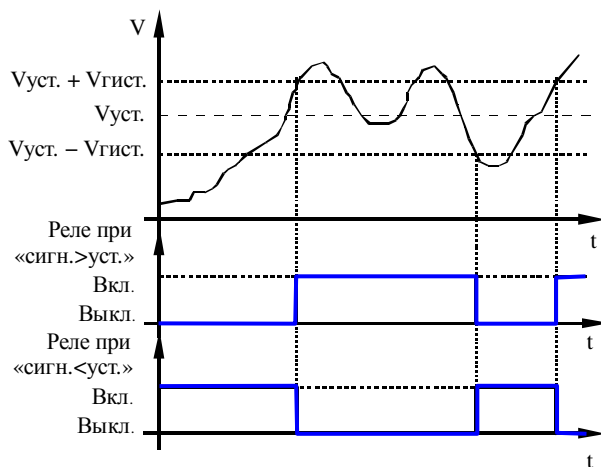

Рисунок 16 - Диаграмма работы реле
– «Режим» – выбирается режим срабатывания реле: «**выкл.**» – реле всегда выключено; «**сигн<уст.**» и «**сигн>уст.**» – реле включается/выключается при входном сигнале меньше или больше уставки соответственно с учётом гистерезиса (смотри рисунок 16).